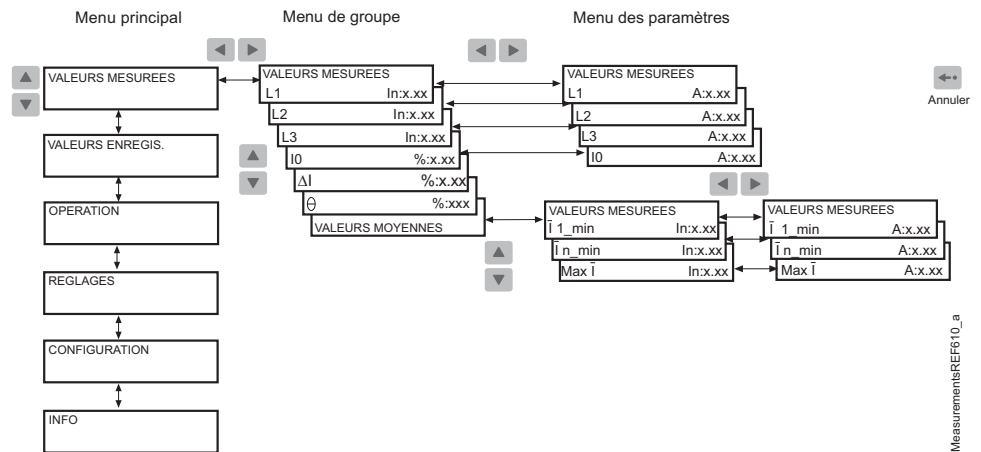

Fig. 3.2.1.2.-1 Mesures
4. Utilisez les boutons fléchés pour contrôler les autres valeurs mesurées dans le menu VALEURS MOYENNES; voir Fig. 3.2.1.2.-1.